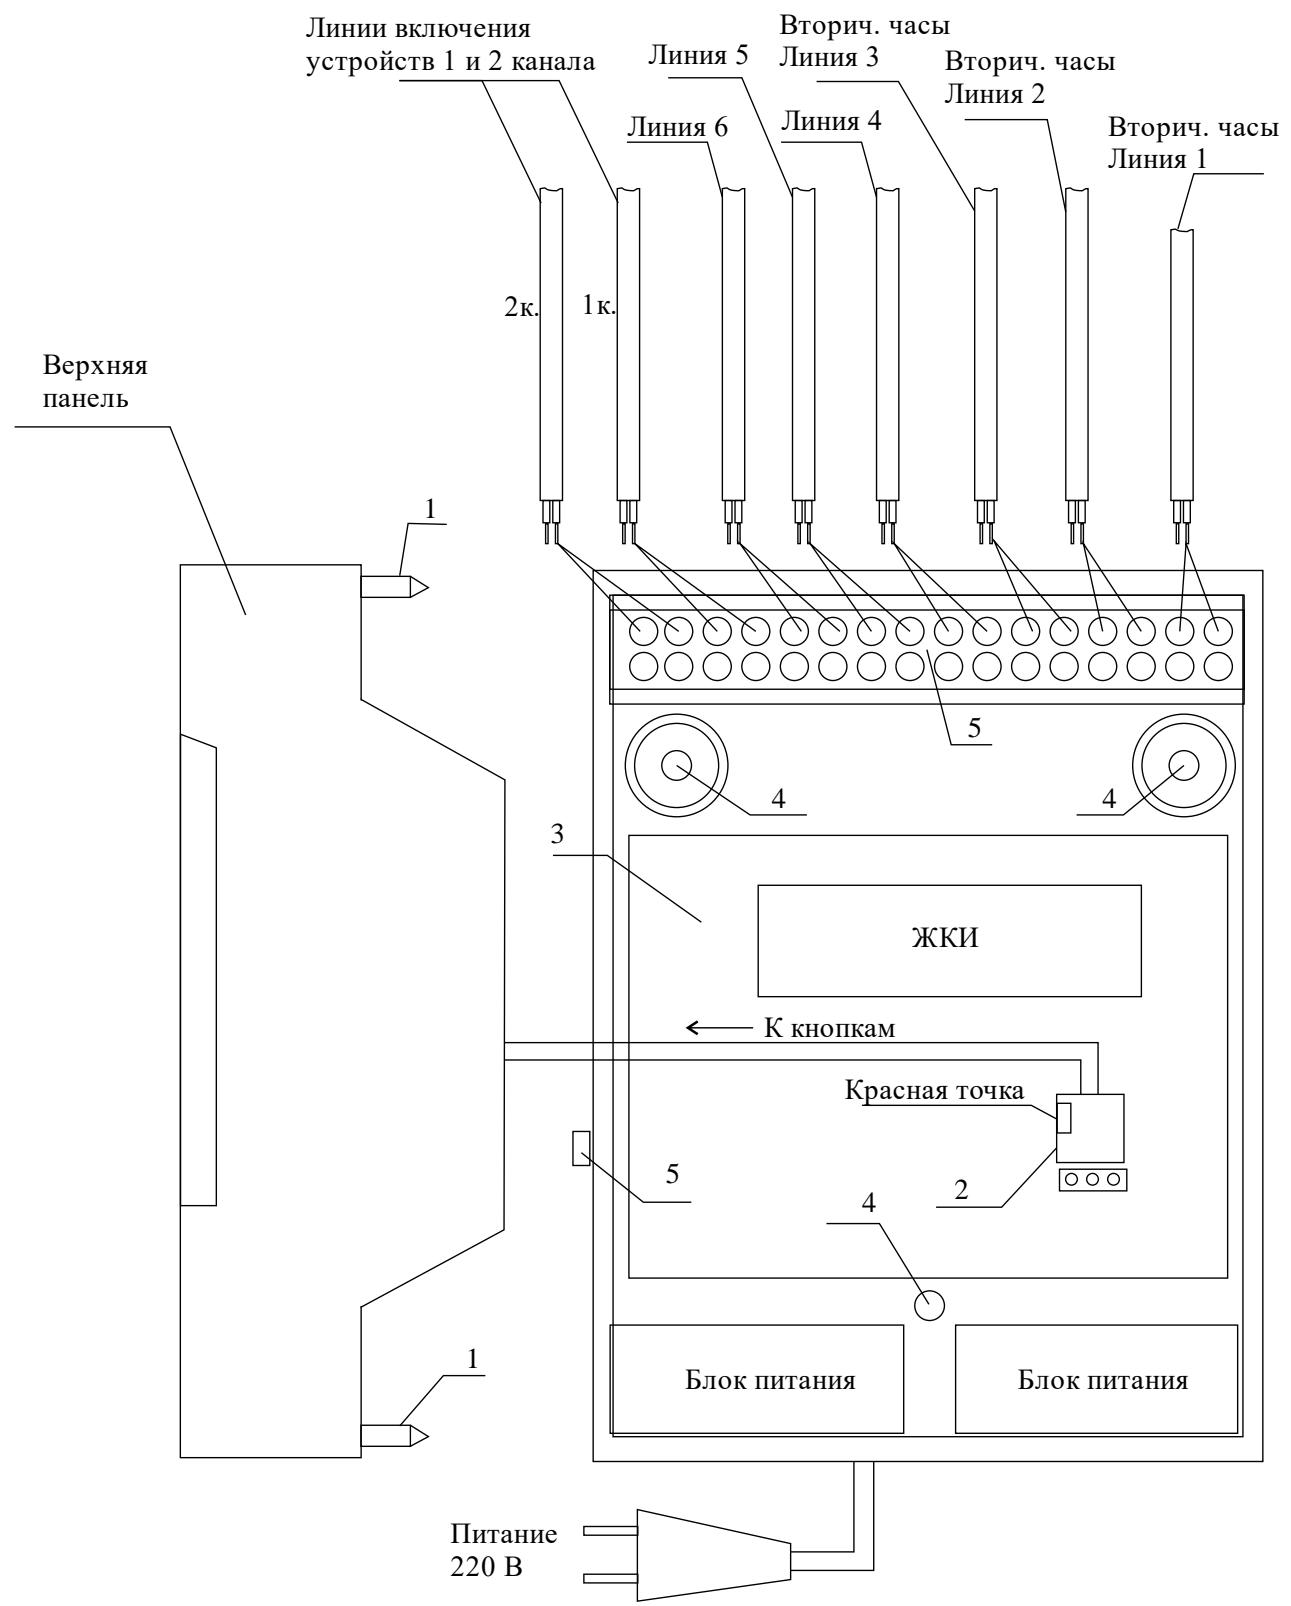

Рис. 1
**4.1** Выверните четыре винта 1, расположенных на верхней панели часовой станции (см. Рис.1). Осторожно снимите верхнюю панель и отсоедините разъем 2, соединяющий кнопки с печатной платой 3.
**4.4** Подсоедините линии вторичных часов в соответствии со схемой рис.1. Подсоедините линию включения внешних устройств второго канала в соответствии со схемой рис.1 и со схемой рис.1-1. Схема включения устройств первого канала такая же, но для подключения к станции используются две клеммы, расположенные правее клемм второго канала как показано на рис. 1.